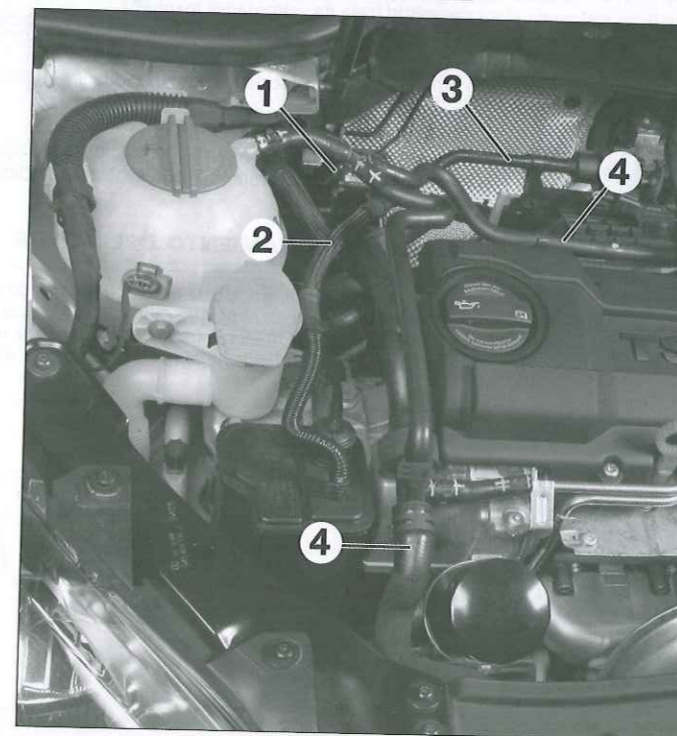

Fig. 73
- Desconectar los manguitos de alimentación de combustible (1), y los del depósito de carbón activo (2) (Fig.73).